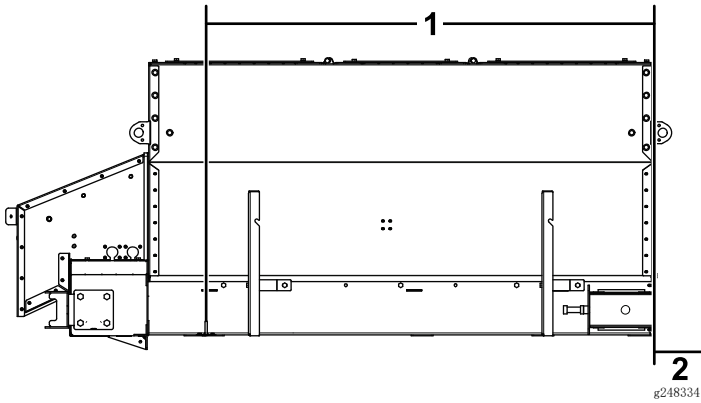

图8
1. 如图8 中所示，为 D 形环标记并钻孔（11mm），从最靠近驾驶室的 D 形环开始。驾驶室侧 D 形环应放置在隔片内侧。